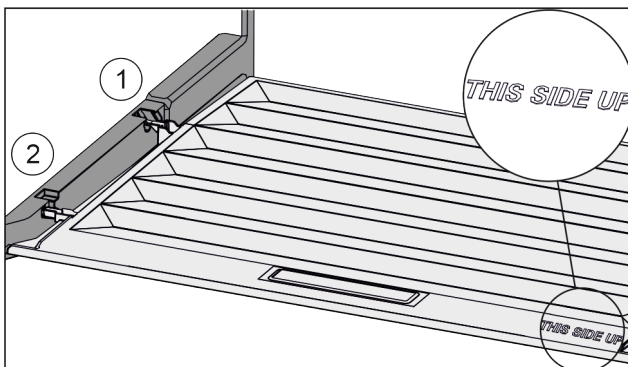

Fig. 148
- ▶ Skyv inn dekseltrinn via åpningen til bakre holder Fig. 148 (1) og klikk dem på plass i fremre holder Fig. 148 (2).